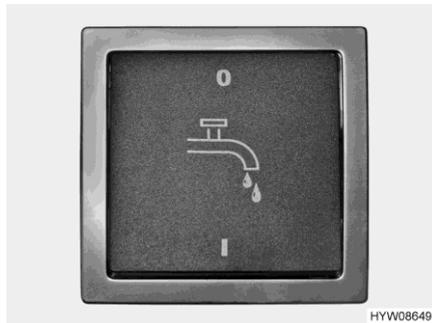

Fig. 137 Interruptor (bomba de agua)
- ▷ Antes de poder utilizar la grifería para agua, deberá estar conectada la alimentación de 12 V en el panel y la bomba de agua en el interruptor (Fig. 137). De lo contrario la bomba de agua no funciona.